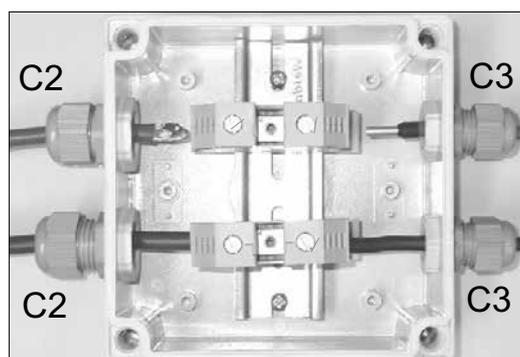

Fig. 4.6.b
Le boîtier de connexion ① est le point de partage à partir duquel l'unité de puissance peut être démontée du bateau. Voir figure 4.6.a.